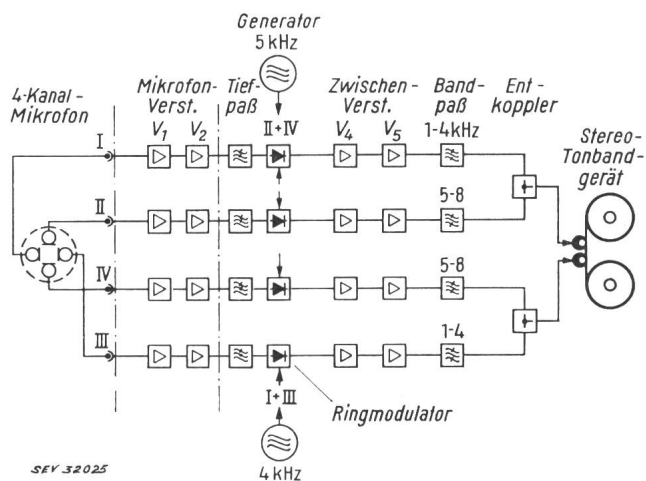

Fig. 1
**Aufnahme** (Fig. 1.) Die von den Mikrophonen aufgenommenen und in den Mikrophonverstärkern verstärkten Signale werden durch Tiefpässe auf 3 kHz beschnitten. In den Ringmodulatoren entstehen untere und obere Seitenbänder. Im 1. Kanal wird nach weiterer Verstärkung das obere, im 2. Kanal das untere Seitenband durch je einen Bandpass weggeschnitten. Die beiden verbleibenden, nach Frequenz je einem Kanal zugeordneten Seitenbänder können jetzt mit einer einzigen Spur auf das Band geschrieben werden. Auf der zweiten Spur des Stereobandes werden gleichermassen die Anteile des 3. und 4. Mikrophones geschrieben.